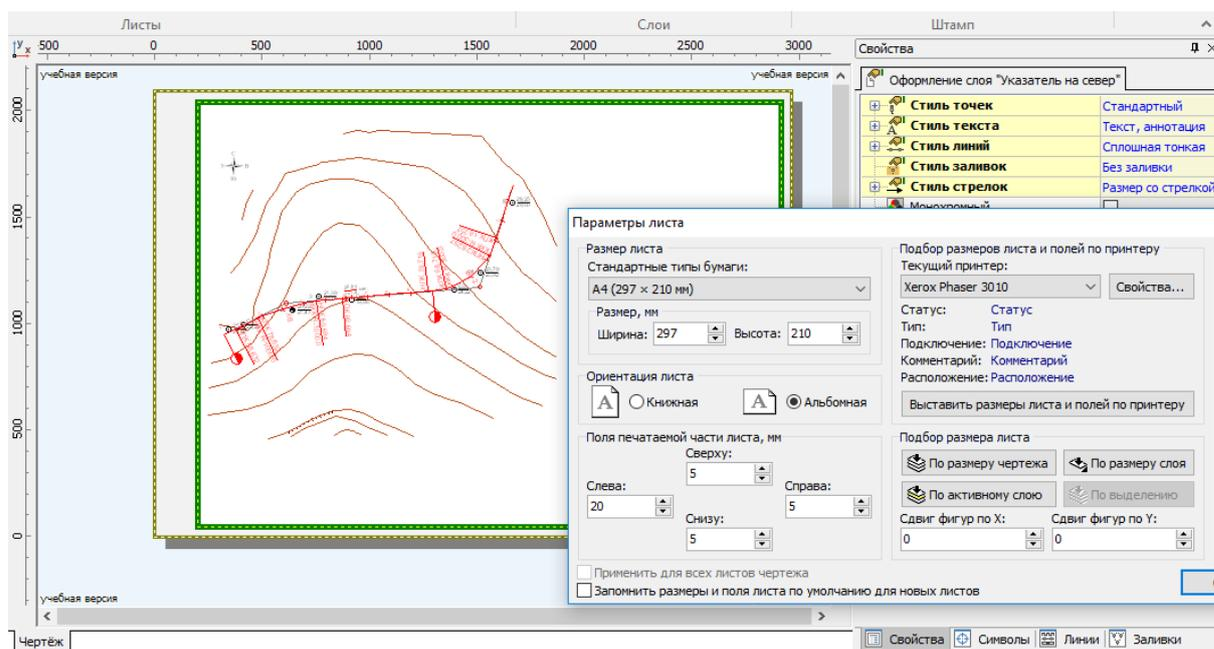

Рисунок 7.3 – Окно с параметрами листа
**7.3.3. Расположение чертежа на листе.** Чертеж можно передвигать в пределах листа, пользуясь функциями «Сдвиг фигур по X» и «Сдвиг фигур по Y». Можно задавать значения X и Y или воспользоваться полосами прокрутки. Необходимо стремиться, чтобы чертеж располагался ближе к левому верхнему углу листа, т.к. в правый нижний угол чертежа необходимо поместить штамп (рис. 7.3).